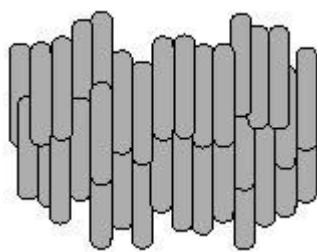

Figura 13.4 Disposición natural de las moléculas de cristal líquido
Los LCDs constituyen una tecnología de presentación pasiva. Esto quiere decir que no emiten luz; en lugar de ello usan la luz ambiental. Por medio de esta luz se pueden mostrar imágenes con muy poco consumo de potencia. Esto ha hecho que los LCDs sean preferidos cuando los factores críticos en el diseño son el bajo consumo y el tamaño compacto. El cristal líquido (LC) es una sustancia orgánica que tiene un estado líquido y una estructura molecular cristalina. En este líquido, normalmente las moléculas (con forma de barra) se disponen paralelamente (figura 13.4), y puede emplearse un campo eléctrico para controlar dichas moléculas. La gran mayoría de LCDs en la actualidad usan un cristal líquido llamado *Twisted Nematic* (*TN*).